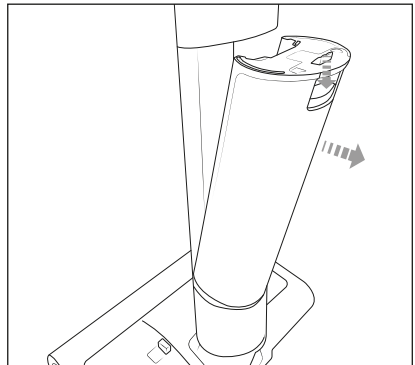

Abb. 5
- 2) Drücken Sie die Entriegelungstaste **5** des Frischwassertanks **6** nach unten und ziehen Sie den Frischwassertank **6** aus dem Gerät (siehe Abb. 5).